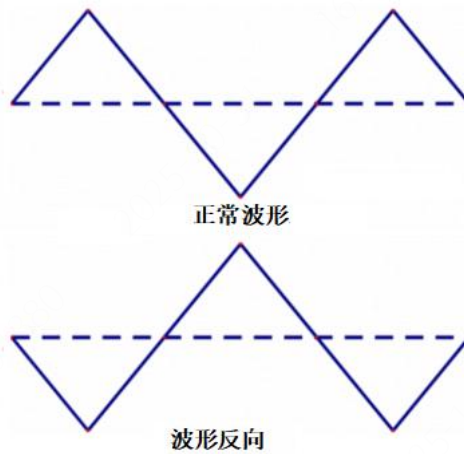

图 3-19 波形反向示意图
(11) 波形反向：当前波形按焊缝方向进行轴对称翻转，如图 3-19 所示。